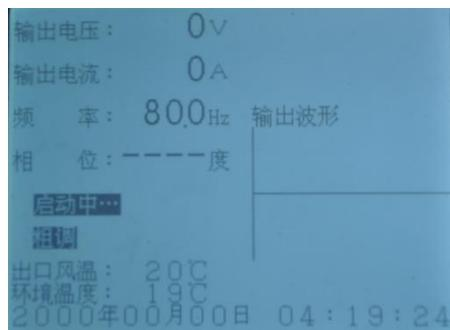

图 21 HMCXZW 变频电源装置启动时
- 7.3.5 按“启动”按钮，此时变频电源装置启动。在这个过程中依次完成风扇启动、预合闸、合闸。需要大约 5 秒钟，屏幕提示如下图 21 所示，屏幕显示“系统启动中……”，数秒钟后屏幕显示“启动完成”，系统进入待升压状态。